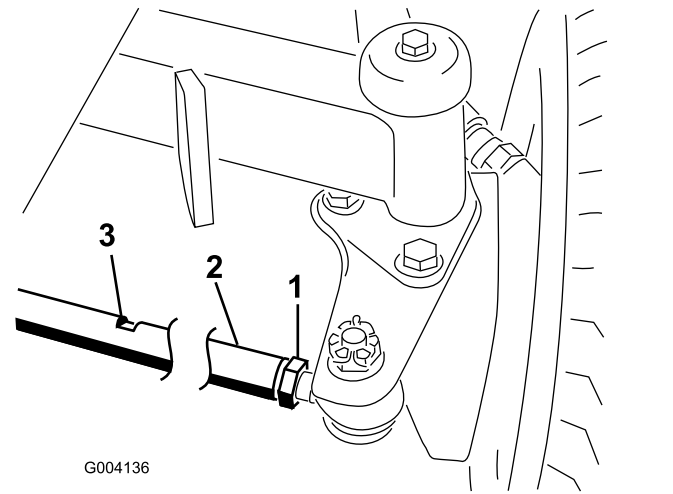

Bild 110
- Lösen Sie die Klemmmutter an jedem Ende der Spurstange (Bild 110).